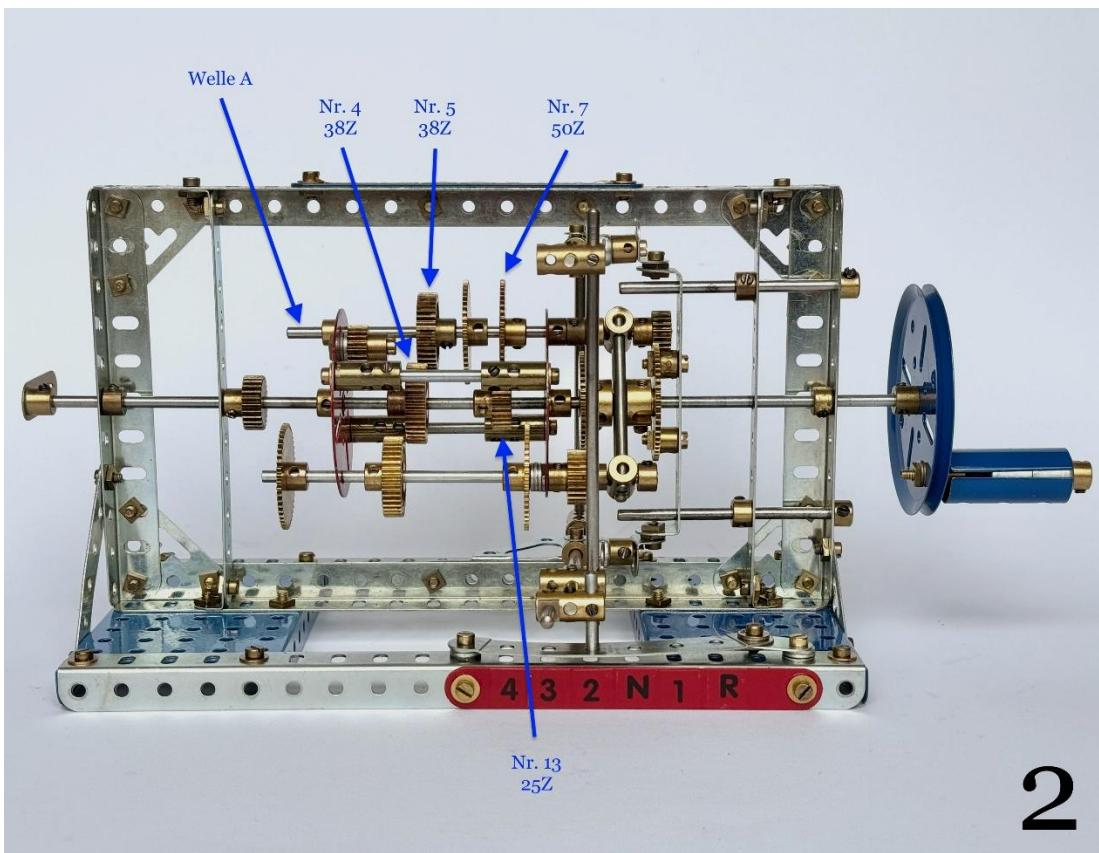

Abb. 09: Schaltbild 2. Gang
2. Gang (Abb. 09): Die Welle **C** (Antriebswelle) treibt über das Ritzel **13** das Zahnrad **7** auf der Welle **A** an. Das Zahnrad **5** auf der gleichen Welle kämmt durch die Verschiebung des Planetenträgers nun mit dem Zahnrad **4** und treibt dadurch die Welle **D** (Abtriebswelle) an.